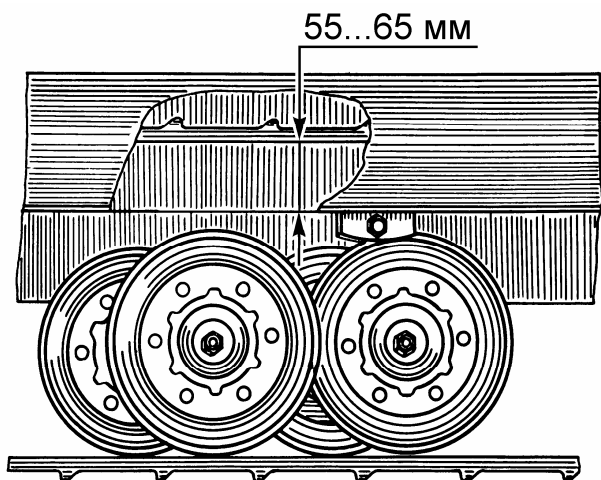

Рисунок 11 – Регулировка натяжения гусениц
- проверьте натяжение гусениц. Расстояние между внутренней поверхностью верхней ветви гусеницы и нижней поверхностью угольника рамы у второго кронштейна крепления катков балансиров впереди по ходу снегохода должно быть 55...65 мм (рисунок 11);